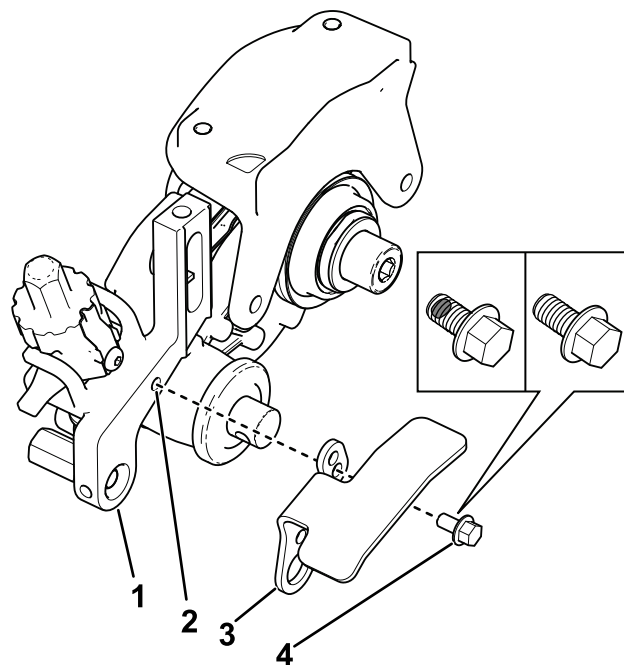

Figure 20
- Fixez la protection du bac à herbe au bras de hauteur de coupe (Figure 20).